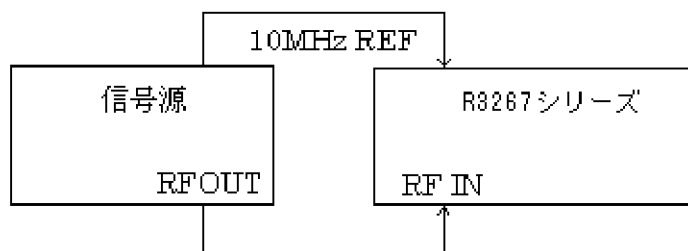

図 6-1 FM Deviation 測定接続図
1. R3267 シリーズと信号源を図 6-1 のように接続します。